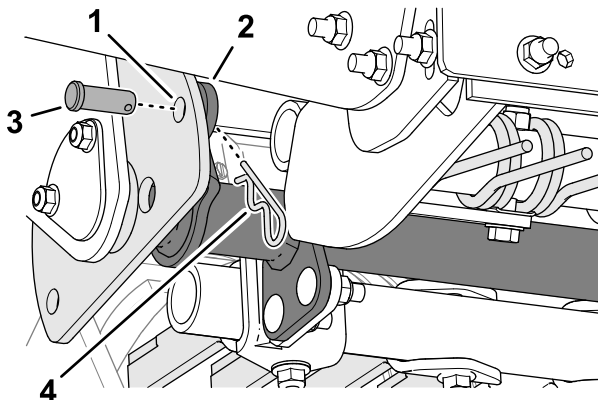

Figure 38
6. Alignez le trou du bras de l'outil polyvalent et le trou de la plaque de sélection d'angle (Figure 38).